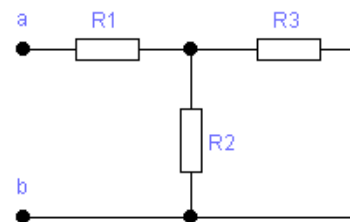

Рис. 2.24.
2.7.42. Визначити еквівалентний опір на затискачах a-b схеми на рис.2.24, де $R_1=0,5\ \text{Ом}$, $R_2=5\ \text{Ом}$, $R_3=9\ \text{Ом}$.